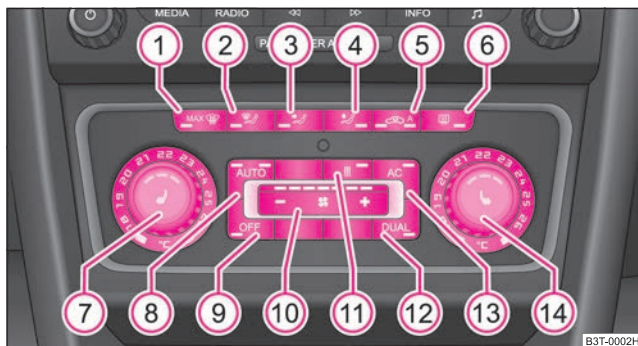

Abb. 113 Climatronic: Bedienelemente
- Drücken Sie die Taste **AUTO** ⇒ Seite 104, Abb. 113.
Wenn die Frontscheibe beschlägt, drücken Sie die Taste ⇒ Seite 104, Abb. 113. Nachdem die Frontscheibe beschlagfrei ist, drücken Sie die Taste . ■
- Wenn die Frontscheibe beschlägt, drücken Sie die Taste ⇒ Seite 104, Abb. 113. Nachdem die Frontscheibe beschlagfrei ist, drücken Sie die Taste .
- Drücken Sie die Taste  ⇒ Seite 104, Abb. 113.